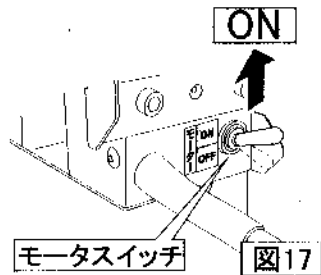

図17
(8)刃物が鋼材に接触しないよう送りハンドルを上限位置で支え、モータスイッチを入れ起動します。(図17)